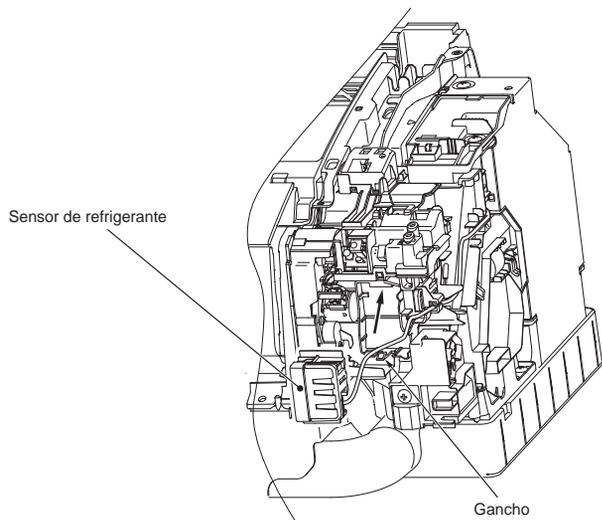

Fig. 2
#### Procedimiento de instalación (Fig. 2)
- 2) Inserte el sensor de refrigerante en la dirección de la flecha y fíjelo con el gancho. (Fig. 2)